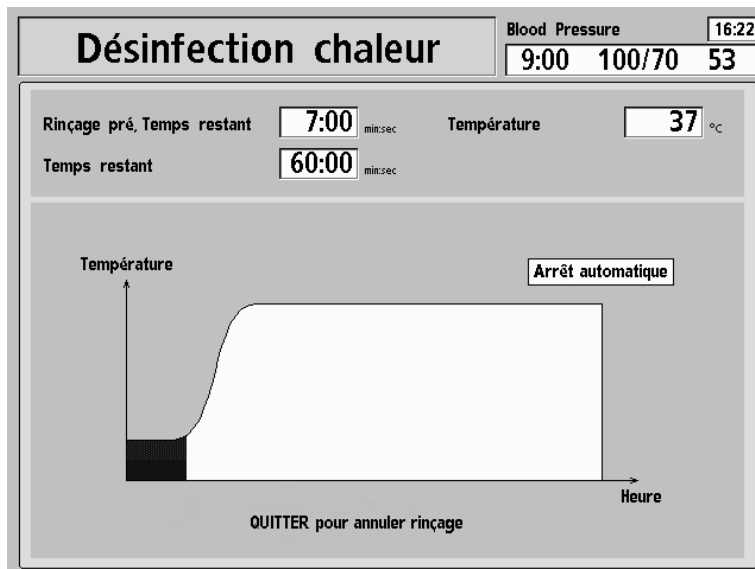

Figure 64 – Écran de désinfection à la chaleur
2. À l'écran « Sélectionner programme », choisissez le bouton **Désinfection chaleur** et appuyez sur la touche **CONFIRMER** pour lancer le cycle de désinfection. L'écran « Désinfection chaleur » s'affiche (reportez-vous à la Figure 64). Si l'appareil n'a pas été rincé avant de lancer ce cycle, un cycle de rinçage court (7 minutes) ou prolongé (20 minutes), dépendant de la configuration en Mode de Service, commence automatiquement.
6. Au message-guide, insérez les connecteurs dans leurs ports (l'appareil émet un son bref toutes les 30 secondes jusqu'à ce que les connecteurs soient de nouveau insérés dans leurs ports de rinçage). L'écran « Désinfection chaleur » s'affiche ensuite (reportez-vous à la Figure 64 – Écran de désinfection à la chaleur). L'appareil commence automatiquement un cycle de rinçage court (standard sept minutes ou dix minutes avec Diasafe Plus) ou prolongé (20 minutes) dépendant de la configuration en Mode de Service. La désinfection à la chaleur commence dès que la température de l'eau atteint 80 °C. La durée du cycle peut être réglée à l'interne entre 10 et 60 minutes.